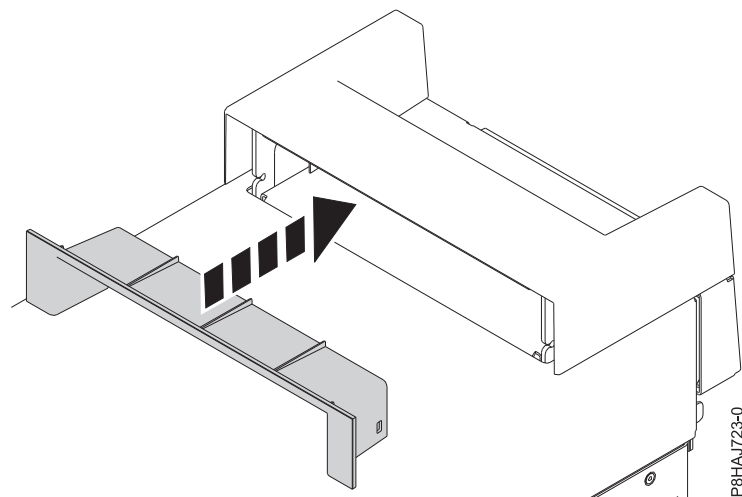

Figura 20. Inserir a peça dentro da tampa da pega num sistema autónomo 8286-41A
2. Insira a peça com a tampa da pega ao empurrar a mesma firmemente na direcção da pega da tampa conforme demonstrado em Figura 20.